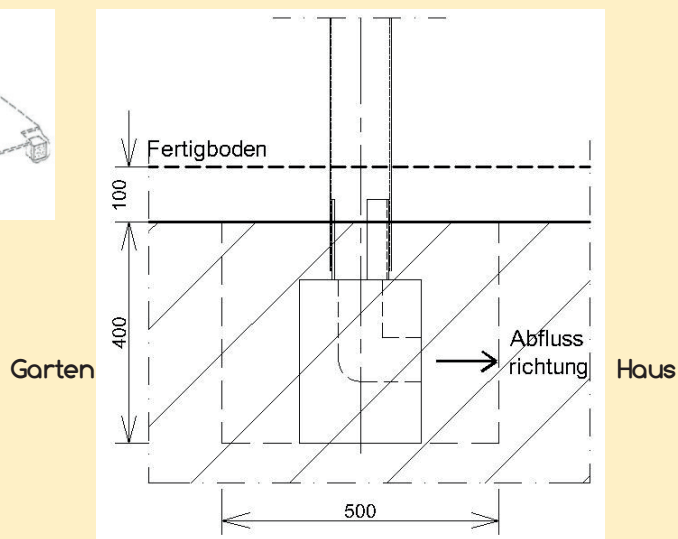

Abb. 16a
- 3.3 Platzieren Sie die Betonfundamente (h) so, dass die Öffnungen zur Hauswand zeigen und alle waagrecht stehen. Abb.: 16a